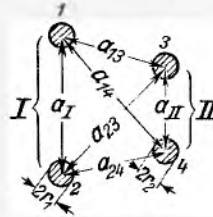

Bild 17. Zwei parallele Doppelleitungen
**Fall 6. Zwei parallele Doppelleitungen** (Bild 17)